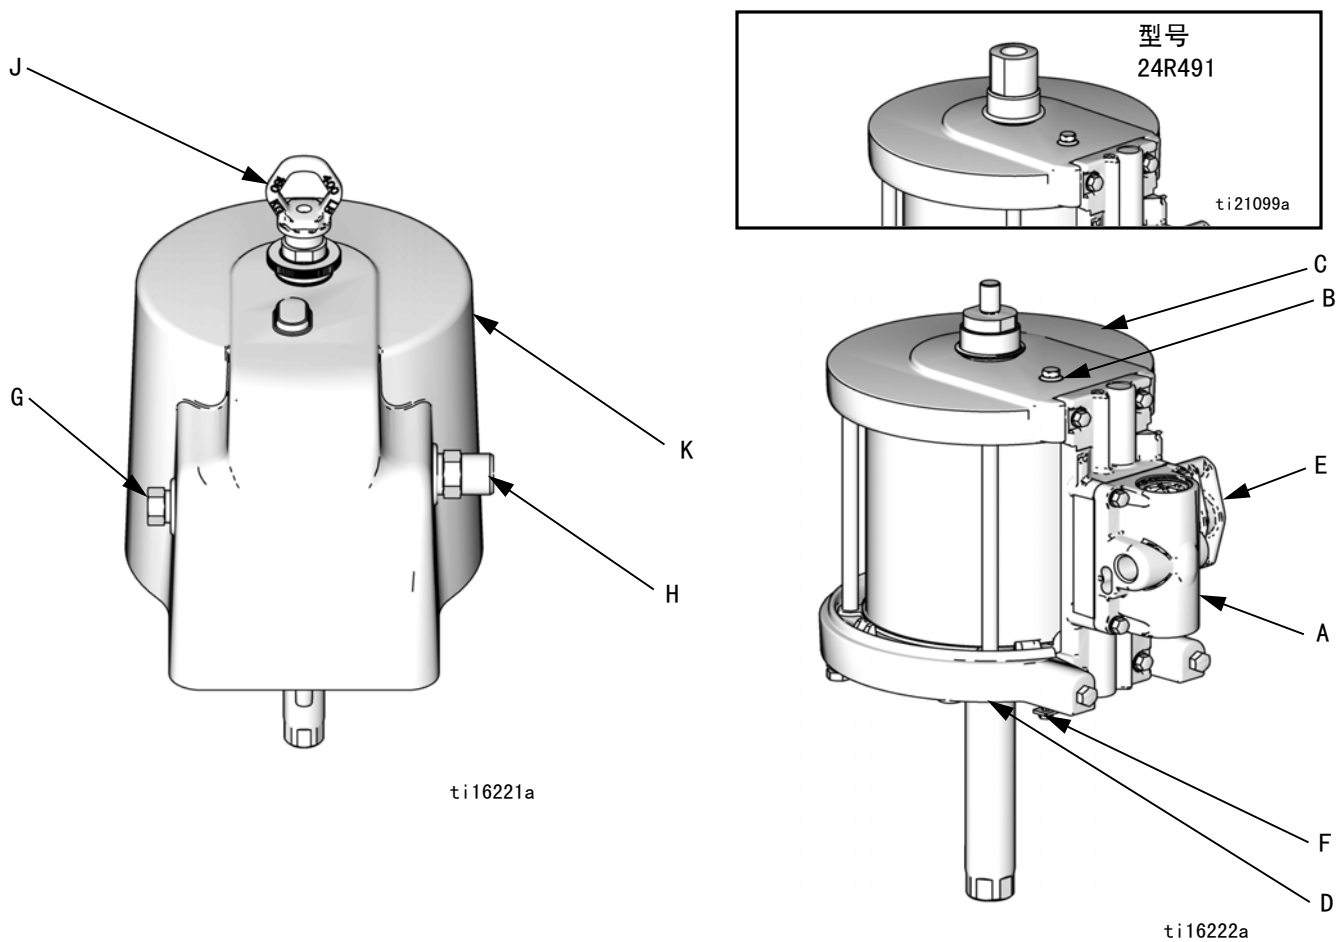

图 1. SaniForce 气动马达组件
见图 1。将地线 (Graco 部件号 238909) 连接至气动马达护罩下方、下盖上的接地螺丝 (12)。将地线的另一端接地。